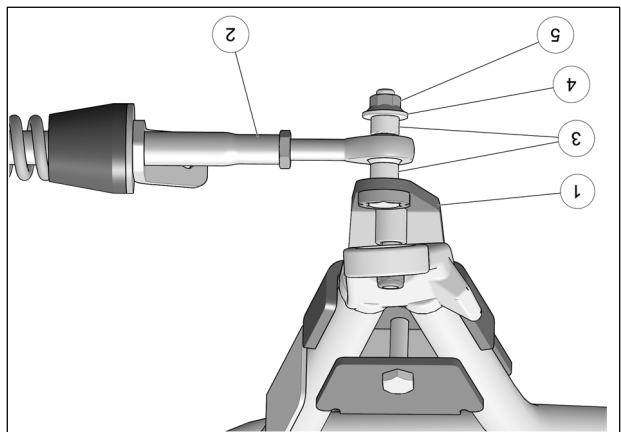

Fig. 18
9. Fixer le bras stabilisateur (2) au boulon déjà installé sur l'ancrage de suspension (1) à l'aide des deux espaceurs (3), de la rondelle (4) et de l'écrou autobloquant (5). Serrer à un couple de 70 N•m [52 lb•pi]. Voir la Fig. 18